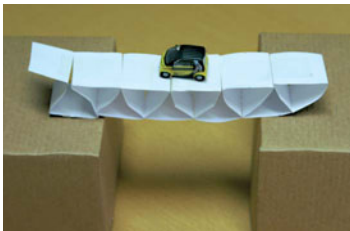

Bild 2
- Es ist eine Balkenbrücke entstanden (Bild 2).